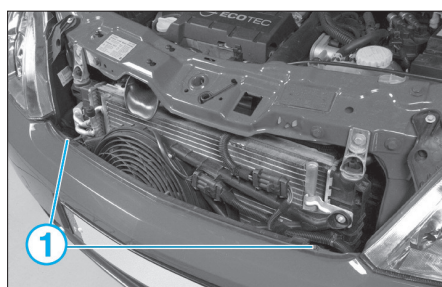

FIG. 39
- les 2 vis de fixation supérieures (1) (Fig.39).